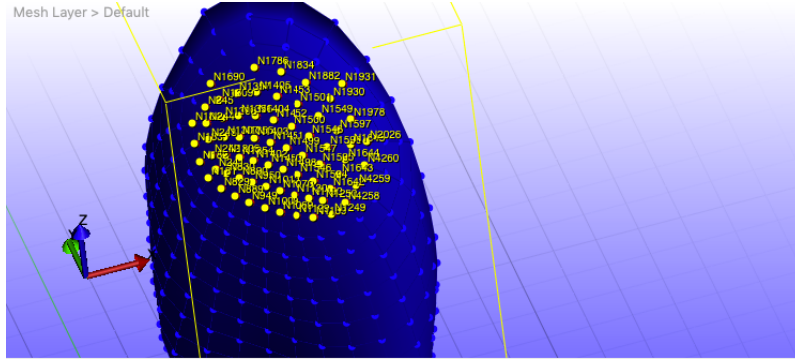

Figura 1: Puntos de la malla a los cuales se les aplica desplazamiento preescrito
- Aplique, de manera incremental, una deformación preescrita² de 3.6 mm sobre los puntos de la malla mostrados en la Figura 1.